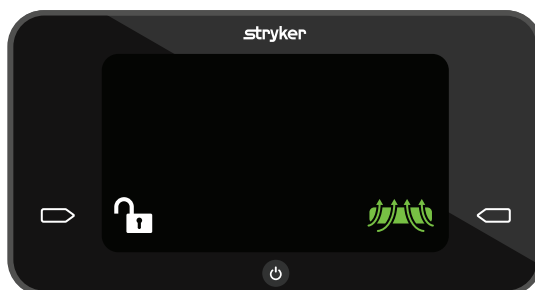

Figure 8 – FPA activée
1. Appuyer sur le bouton **Action** à côté de l'icône FPA active (en vert) pour désactiver cette fonction (Figure 8).